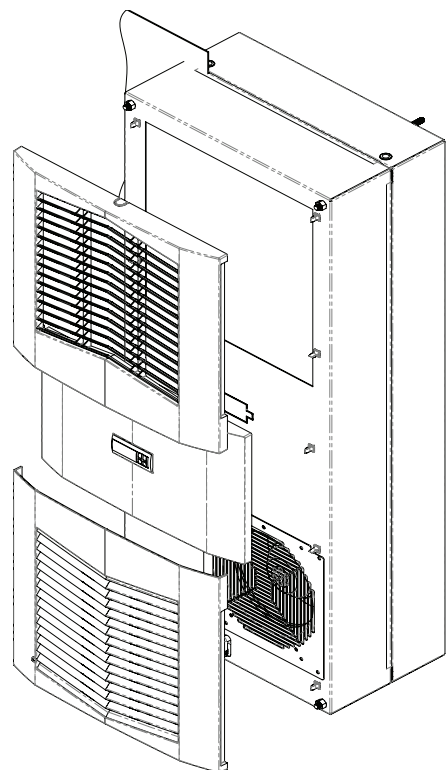

Figura 6
14. Spingere la griglia a lamelle e, laddove applicabile, il pannello centrale sul pannello anteriore. Vedere Figura 6 a pagina 9.